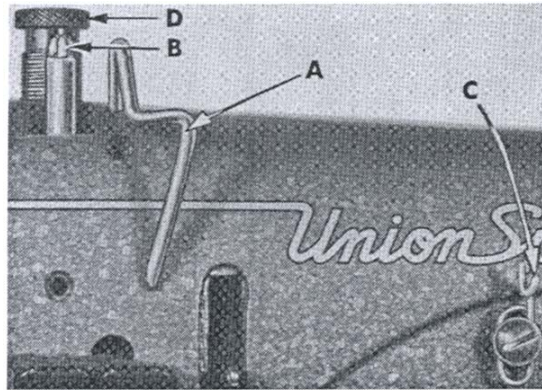

Fig. 13
Set the needle thread take-up wire (A, Fig. 13) so that its upper surface is even with the top of the hole in the needle bar thread eyelet (B) when the needle bar is at the bottom of its stroke. Lower this setting for a smaller needle thread loop or raise it for a larger loop.
Set the needle thread frame eyelet (C, Fig. 13) perpendicular to the machine base and 1/4" above the mounting screw. Lower if more needle thread is desired in the stitch or raise for less.
Regulate the presser spring regulating screw (D, Fig. 13) so that it exerts only enough pressure on the presser foot to feed the work uniformly when a slight tension is placed on the fabric. Turning it clockwise increases the pressure, counterclockwise acts the reverse.
Stellen Sie den Nadelnadenabzugsbügel (A, Fig. 13) so ein, daß seine obere Fläche eben mit der Spitze des Loches der Nadelnadenführung (B) ist, wenn die Nadelstange am untersten Hub ihrer Bewegung ist. Höherstellen bringt eine größere, Tieferstellen eine kleinere Nadelnaden schleife.
Stellen Sie die Nadelnadenführung (C, Fig. 13) rechtwinkeling zu der Maschine und ca. 6,3 mm über der Befestigungsschraube. Senken Sie die Führung falls mehr Nadelnaden im Stich gewünscht wird oder heben Sie diese für weniger Nadelnaden.
Stellen Sie die Regulierschraube (D, Fig. 13) für den Druck der Drückfußfeder so ein, daß nur so viel Druck auf den Drückfuß kommt, wie zum gleichmäßigen Transport der Ware erforderlich ist. Die Regulierschraube befindet sich oben auf dem Kopf direkt hinter der Nadelstange. Drehen im Uhrzeigersinn verstärkt den Druck, im Gegenuhrzeigersinn bewirkt das Gegenteil.